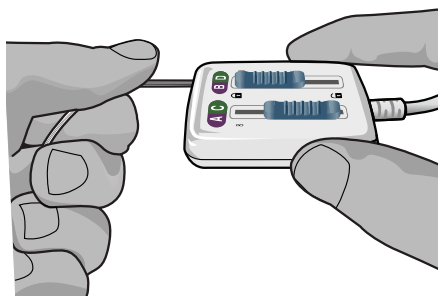

Figura 6: Fissaggio dell'elettrocetetero DBS nel connettore del cavo per sala operatoria 2x8
6. Spingere l'estremità dell'elettrocattetero DBS nella porta finché non si arresta. Tenere l'elettrocattetero DBS in posizione mentre si fa scorrere la leva di blocco in posizione () bloccata (Figura 6).